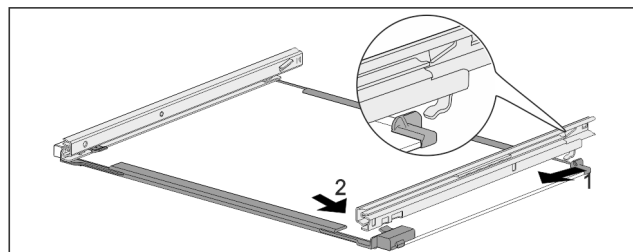

Fig. 173 Стъклена плоча с релси
- Закачете релсата отзад. Fig. 173 (1)
- Фиксирайте релсата отпред. Fig. 173 (2)